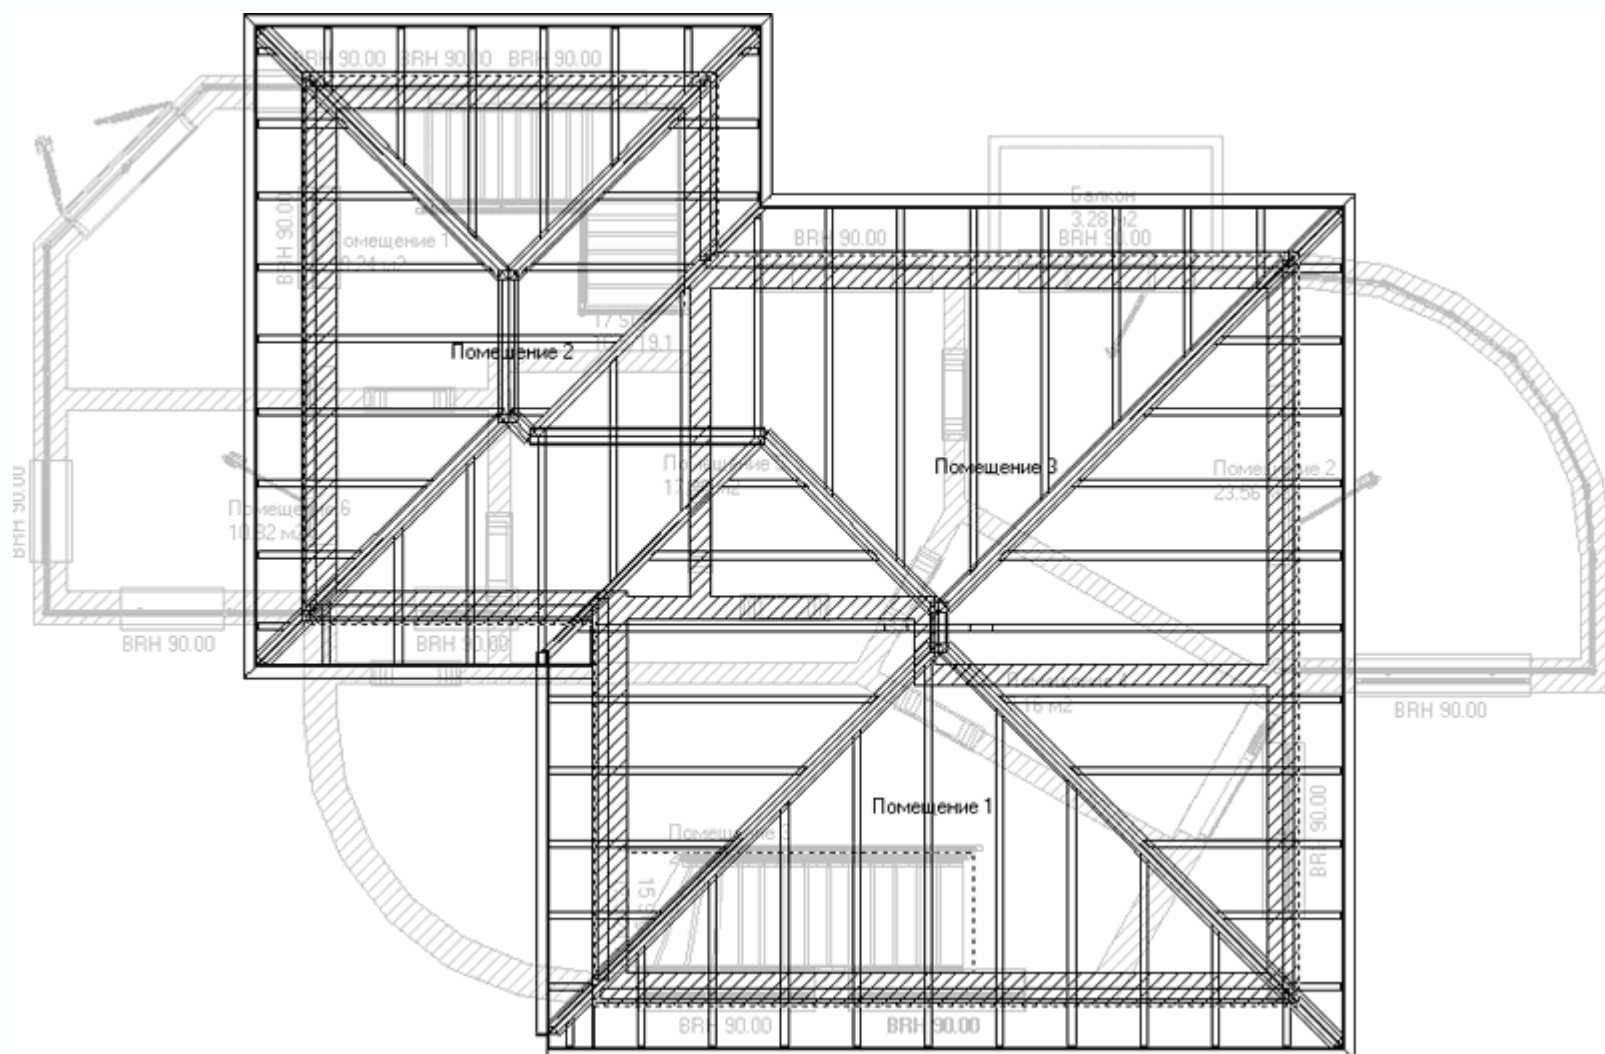

Рис. 1.101. План здания после добавления крыши (этаж с крышей активный)
9. Нажмите кнопку ОК для завершения построения. На плане должно появиться изображение крыши дома (рис. 1.101).